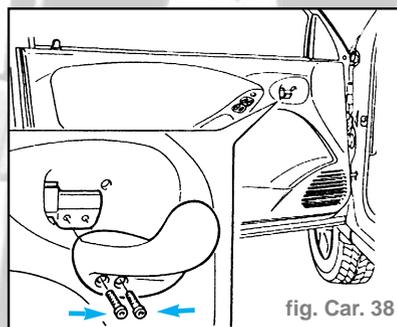

fig. Car. 38
- Déposer le levier de commande d'ouverture en dévissant les vis de fixation indiquées (fig. Car. 38).